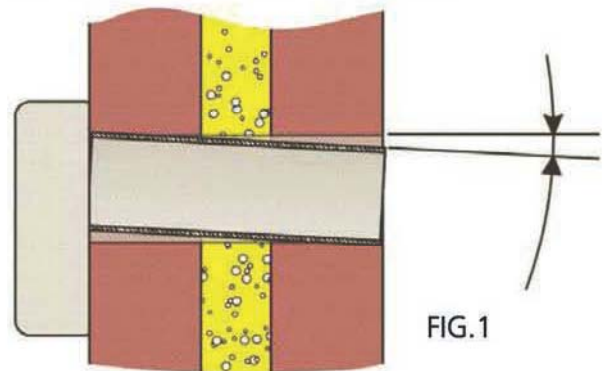

FIG.1
- 2- Percer un trou dans le mur et insérer le manchon. Incliner le avec une légère pente vers le bas de manière à faciliter l'évacuation des condensats, puis cimenter les 2 extrémités au raz du mur. (FIG 1)